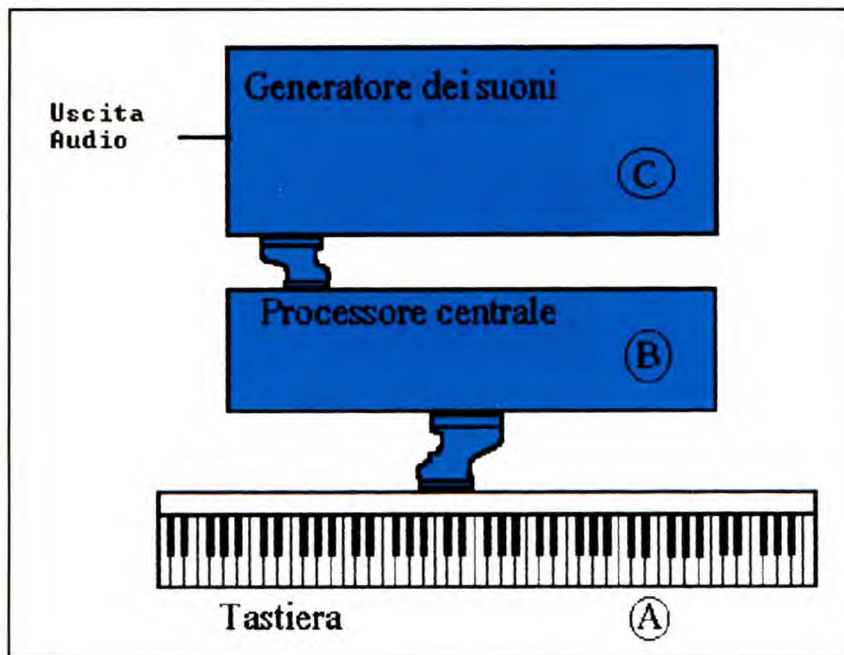
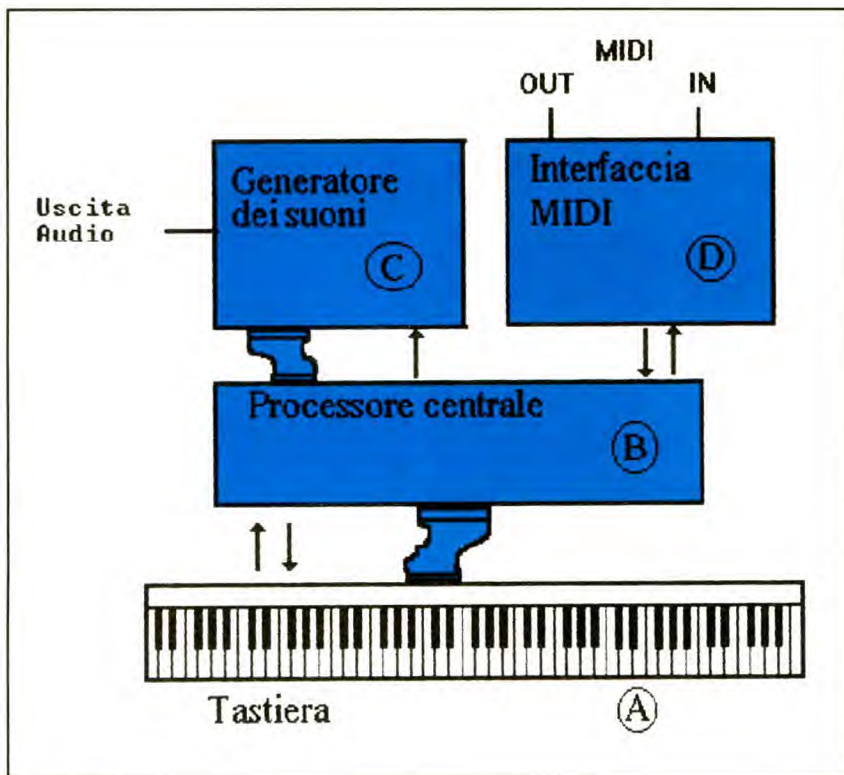

Figura 1. Schema di funzionamento di uno strumento musicale elettronico non MIDI.
Figura 2. Schema a blocchi del funzionamento di uno strumento musicale elettronico MIDI.
In Figura 1 abbiamo schematizzato l'architettura di un sintetizzatore musicale elettronico non MIDI. Esaminiamone i componenti in dettaglio: la parte A relativa al solo meccanismo della tastiera, è costituita elettricamente da una serie di contatti di scambio (uno per ciascun tasto) che vengono esplorati in continuazione (polling) dalla CPU del blocco B per verificarne lo stato (on, off, transito). Il polling è esteso anche ad eventuali pulsanti e pedali presenti sullo strumento per rilevare tutte le azioni dell'esecutore. La parte B, vero cuore del sistema, rilevato lo stato della parte A, ad ogni ciclo provvede a codificare le informazioni e ad inviarle alla parte C. Il blocco C, che provvede alla generazione sonora, è costituito da un certo numero di generatori di suono (da 1 a n a seconda dello strumento), ciascuno capace di emettere una nota, i quali vengono assegnati dinamicamente dalla CPU alla frequenza della nota da eseguire e per la durata della pressione del tasto. L'uscita di questo blocco è costituita da un segnale di bassa frequenza. Con l'introduzione del MIDI l'architettura del nostro strumento diventa come mostrato in Figura 2. In pratica viene inserito un quarto blocco, l'interfaccia MIDI (D), che da una parte dialoga con la CPU del blocco B, mentre verso l'esterno dal lato OUT trasmette secondo il protocollo seriale MIDI tutte le informazioni relative all'esecuzione che prima erano inviate dalla CPU solo al blocco C; dall'altra parte è in grado di ricevere le informazioni in formato MIDI generate da un altro strumento o da un sequencer e le converte in dati per la CPU. Quest'ultima penserà ad attivare i generatori di suono in accordo ai dati pervenuti. Esistono ancora due varianti di strumenti MIDI che sono: gli expander, Figura 3, ovvero generatori di suono privi di tastiera che vengono attivati esclusivamente attraverso la presa MIDI IN con messaggi che gli vengono inviati da altri strumenti o da sequencer e le masterkeyboards, Figura 4, che sono costituite solo dalla tastiera, CPU e interfaccia MIDI e che vengono sempre più utilizzate per pilotare gruppi di expander diversi. Ora, prendendo in considerazione i vari casi di strumenti convenzionali o preMIDI disponibili, vediamo cosa serve per midizzarli. Nel caso di pianoforti, fisarmoniche o vecchi organi elettronici, dovremo prendere in considerazione lo schema di figura 4, che prevede il loro impiego solo in trasmissione (MIDI OUT). Occorre quindi un kit che comprenda i materiali per equipaggiare meccanicamente lo strumento con un contatto elettrico per ogni tasto (contatto di scambio per ottenere il controllo della velocity) ed una piastra contenente il processore e l'interfaccia MIDI. Oltre ai contatti dei tasti è previsto il collegamento al pedale del sustain del piano che verrà equipaggiato con un microswitch. Completato il lavoro si potrà collegare il nostro strumento con un cavo MIDI ad un expander o ad un sintetizzatore che eseguirà fedelmente l'esecuzione e al tempo stesso pilotare magari un sequencer per registrarla. Esaminiamo ora come inserire in una rete MIDI gli strumenti digitali di figura 1 non MIDI. Per un certo numero di questi (quelli di maggiore successo in passato) sono disponibili sul mercato dei kit costituiti semplicemente dall'interfaccia MIDI e da un altro processore che, interfacciandosi a quello principale dello strumento ed alla tastiera e relativi pulsanti, integrano in modo ideale lo strumento mettendolo in grado sia di trasmettere che di ricevere i messaggi MIDI. Resta infine la maggior parte dei sintetizzatori analogici monofonici e polifonici che possiamo solo utilizzare in funzione di expander MIDI tramite i cosiddetti convertitori MIDI/CV di Figura 5 che, a diverso livello, a seconda delle caratteristiche sia dello strumento che del convertitore possono offrire un'area di compatibilità che, di minima, riguarda l'emissione delle note da parte del sint analogico al ricevimento dei messaggi MIDI di nota, salendo via via di livello alla possibilità di utilizzare altri messaggi MIDI per attivare il VCA e il VCF.